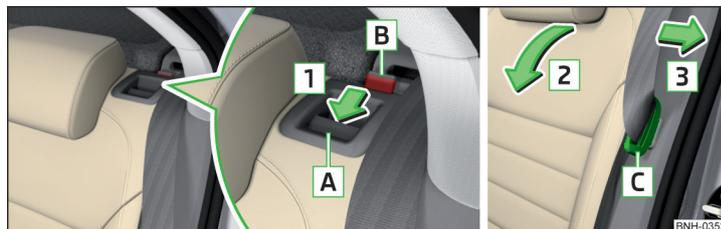

Fig. 58 Plegar el respaldo del asiento/ tirar del cinturón de seguridad hacia el revestimiento lateral y la posición de reserva del cinturón de seguridad
- Introduzca la lengüeta de cierre del cinturón de seguridad **C** en el orificio situado en el revestimiento lateral del vehículo. Posición de reserva » fig. 58.
- Introduzca la lengüeta de cierre del cinturón de seguridad **C** en los orificios situados en el revestimiento lateral del vehículo. Posición de reserva » fig. 58.
- Tirar el cinturón de seguridad trasero externo hacia el revestimiento lateral en el sentido de la flecha [3] » fig. 58.
- Introduzca la lengüeta de cierre del cinturón de seguridad [C] en los orificios situados en el revestimiento lateral del vehículo. Posición de reserva » fig. 58.